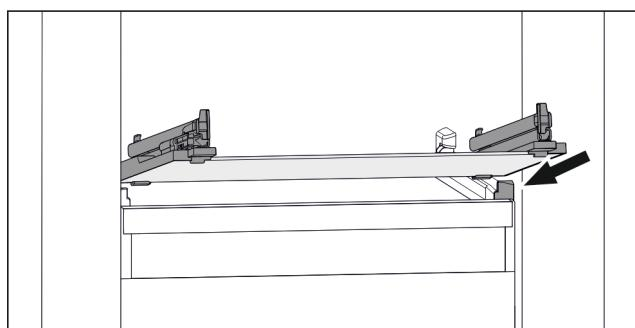

Fig. 60 Приближене відображення скляної пластини
- ▶ Встановити скляну пластину за стопорами навскоси. (див. Fig. 60)